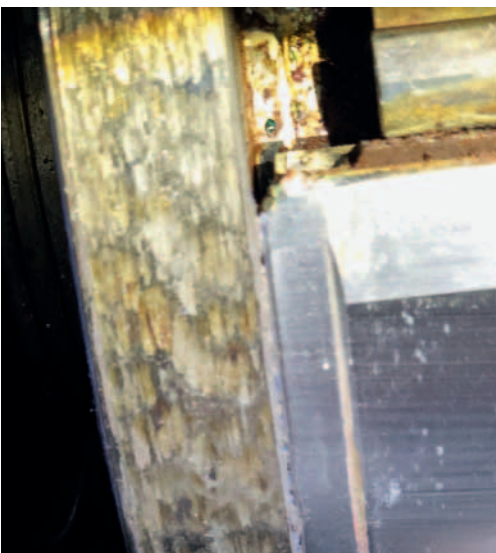

Abbildung 1: Extrem zerrütteter Schmitzring des Plattenzylinders des ersten Druckwerks.
**EIN GUTACHTER BERICHTET AUS DER PRAXIS (173)** ■ An einer Bogendruckmaschine kam es nach kurzer Druckproduktionszeit im ersten Druckwerk zu massiven Beschädigungen der Schmitzringe vom Platten- und Gummituchzylinder. Weitere Beobachtungen des Druckers vor Ort ergaben, dass sich die Farbwalzen der Maschine im ersten Druckwerk nicht mehr drehten, obwohl die komplette Maschine weiterlief. Unser Sachverständiger wurde von der Druckerei mit der Ursachenfindung für diesen Schadensfall und der daran anschließenden Bestimmung der Reparaturkosten beauftragt, um die Verantwortlichkeit und damit mögliche Schadenersatzansprüche zu klären.
■ **ORTSTERMIN.** Beim Ortstermin zeigte sich, dass alle Laufflächen der Schmitzringe vom Platten- und Gummituchzylinder des ersten Druckwerks sehr stark mechanisch und korrosiv zerrüttet sind (Abbildung 1).